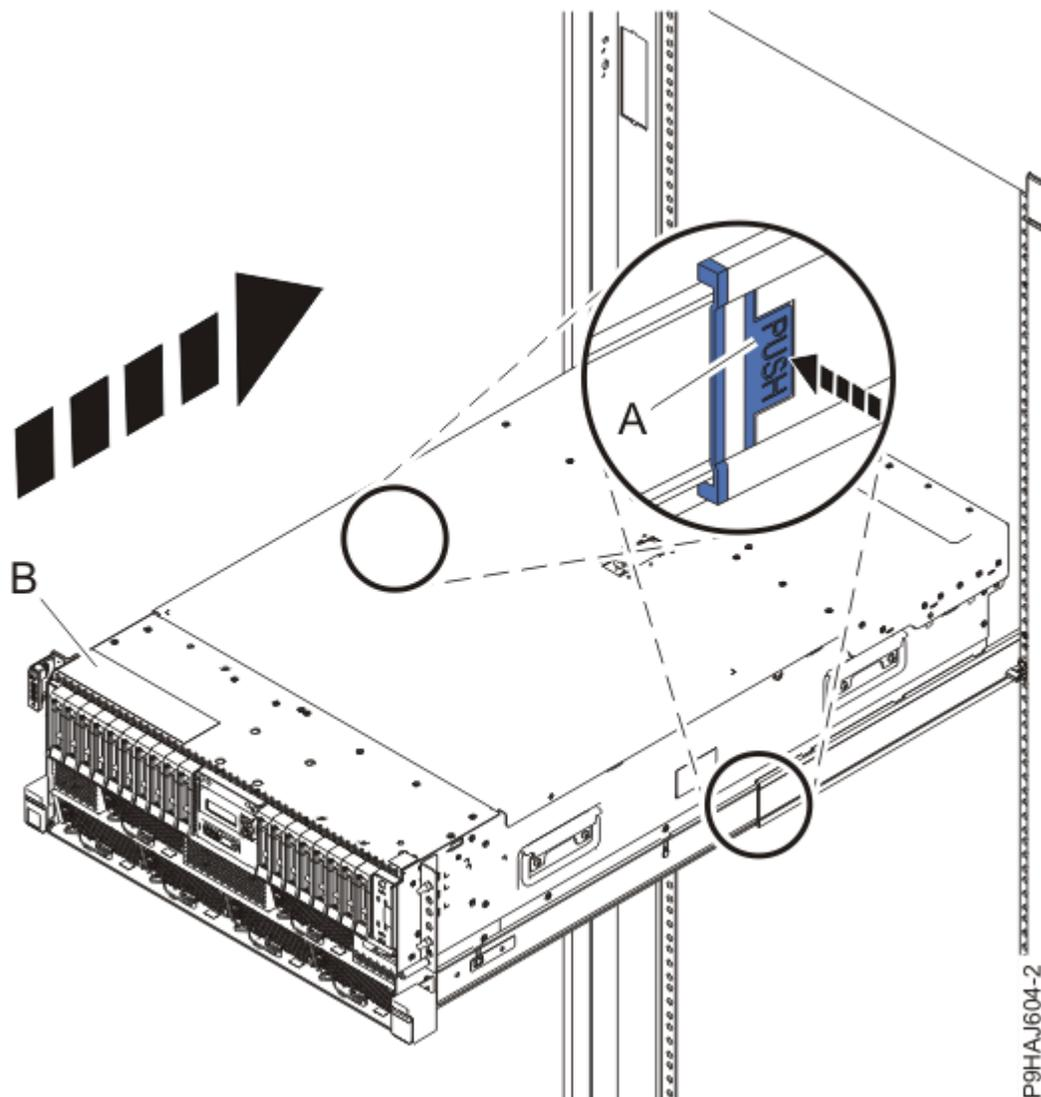

図 16. システムの操作位置への設置
- ラック・マウント型システムの場合、青色のレール安全ラッチ (A) を、19 ページの図 16 に示されているように内側に押してアンロックします。